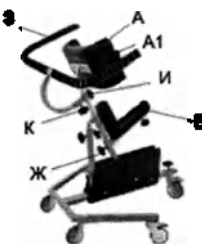

рис. 27
5) Регулировка положения ручки (рис. 27)